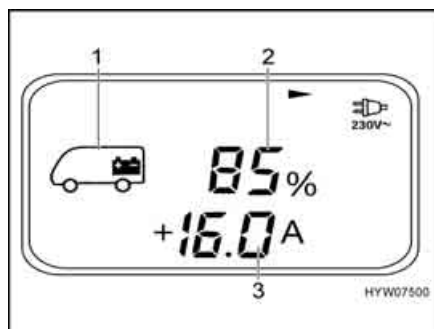

Fig. 142 Menu Batteria (batteria dell'abitacolo)
Richiamo del menu: ■ Premere il tasto (Fig. 139,2): Appare il menu Batteria (Fig. 142).
- Capacità della batteria (% o Ah) (Fig. 142,2), corrente di carica (+A) (Fig. 142,3) e corrente di scarica (-A) della batteria dell'abitacolo (Fig. 142,1). Come cambiare dall'indicatore % a quello Ah: Premere il tasto "OK" (Fig. 139,6).
- Tensione (V) della batteria dell'abitacolo e della batteria di avviamento (pagina di menu 2)